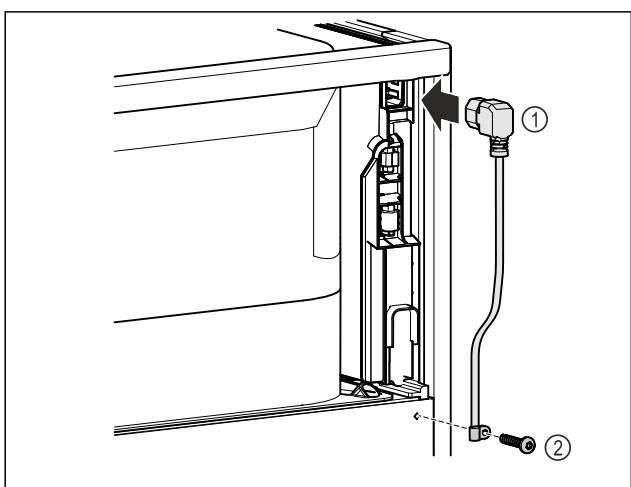

Fig. 9
- Вставьте разъем сетевого кабеля, предназначенный для устройств, не выделяющих тепла, Fig. 9 (1) с задней стороны устройства.
- Установите приспособление для разгрузки натяжения кабеля. Fig. 9 (2)